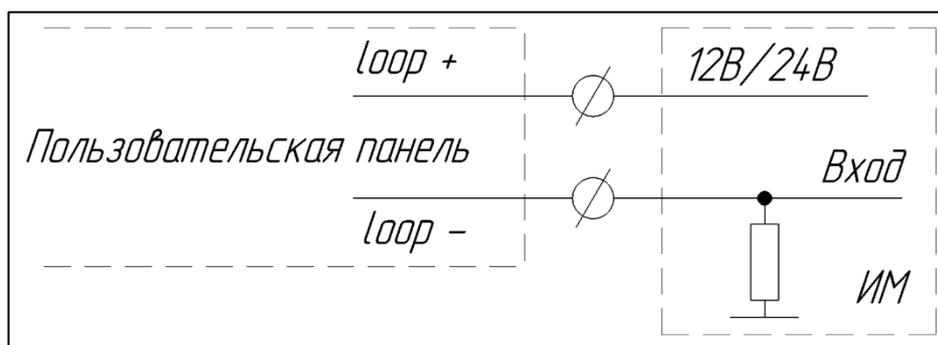

Рисунок I-27 – Схема подключения исполнительного механизма со входом типа «токовая петля»
- Подключение исполнительного механизма со входом типа «токовая петля» (см. Рисунок I-27).